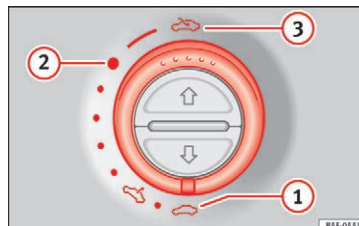

Fig. 11 I loftet: Der skal drejes på kontakten for at åbne og lukke taget.
- Åbning: Drej kontakten til position » **Fig. 11** ③.
- Komfortstilling: Drej kontakten til position » **Fig. 11** ②.
- Lukning: Drej kontakten til position » **Fig. 11** ①.